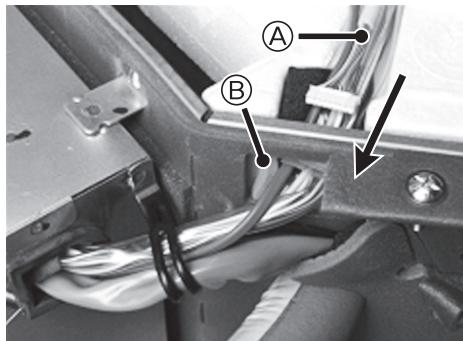

Fig. 4-2
- Far passare il connettore (bianco) scheda controllore interno del cavo di giunzione wireless attraverso la BOCCOLA dell'unità principale, nella direzione indicata dalla freccia. (Fig. 4-2)